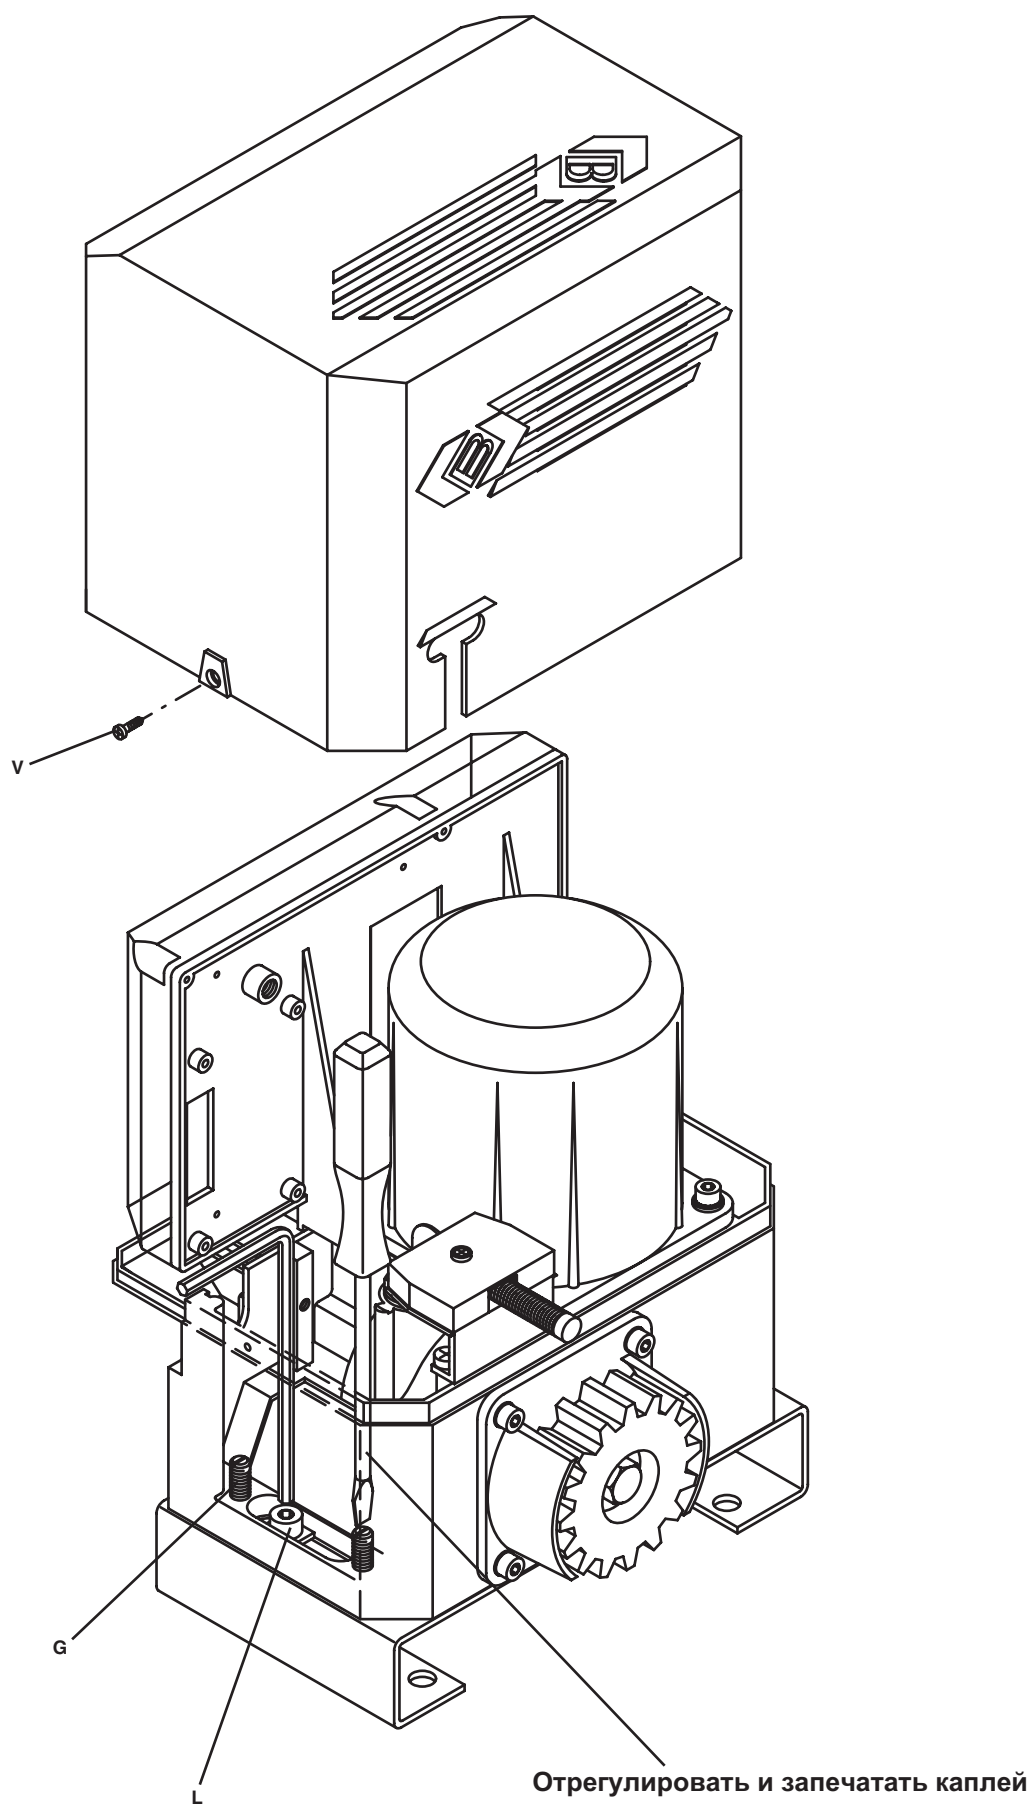

Рис. 4
5. Позиционирование и крепление привода (см. Рис. 4)